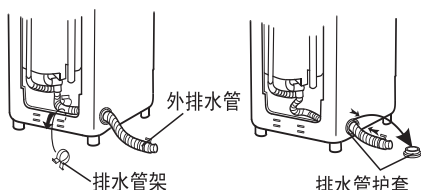
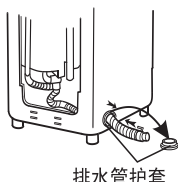

图1
图2
2. 将排水管放下，取下排水管架，如图1所示，将排水管收进箱体，然后将一只手伸进箱体内，用力捏住排水管护套的卡爪，使卡爪脱离卡位，用另一只手取下排水管护套，如图2、3所示。